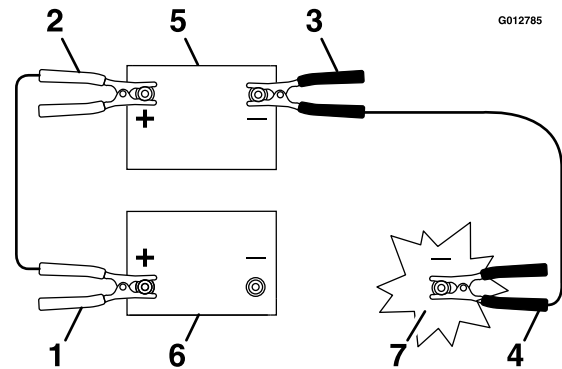

Figura 84
2. Deslice cuidadosamente hacia atrás el capuchón aislante del cable positivo de la batería (Figura 84).
3. Conecte la abrazadera del cable positivo (+) (rojo) al borne positivo (+) de la batería descargada (Figura 84).